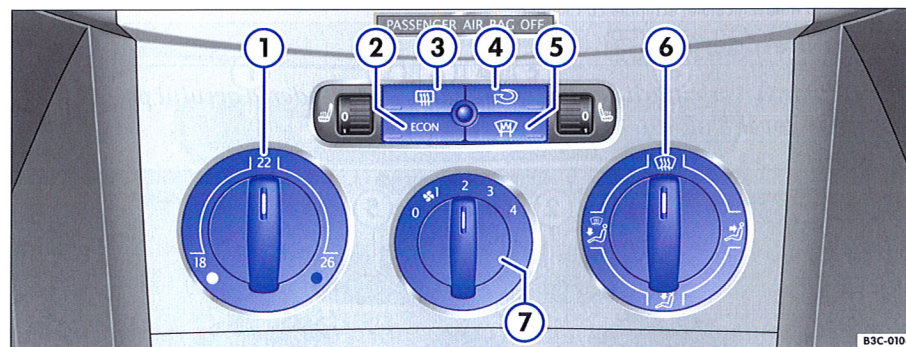

Fig. 107 În consola centrală: Elementele de comandă ale Climatic
- Rotiți regulatorul de temperatură ⇒ fig. 107 ①, pentru a stabili temperatura dorită în habitacul. Vă recomandăm 22° C.
- Rotiți comutatorul ventilatorului ⑦ pe una din treptele 1 -4.
- Stabiliți direcția curentului de aer cu ajutorul regulatorului ⑥. [] (spre parbriz), [] (spre partea de sus a corpului), [] (în zona picioarelor) și [] (spre parbriz și în zona picioarelor) ⇒ pagina 110, "Recircularea aerului". ▶
– Apăsați tasta ⇒ pagina 109, fig. 107" (ECON), pentru a dezactiva funcționarea ECON și pentru a porni astfel instalația de răcire. Lampa de control din tastă (ECON) nu trebuie să se aprindă.